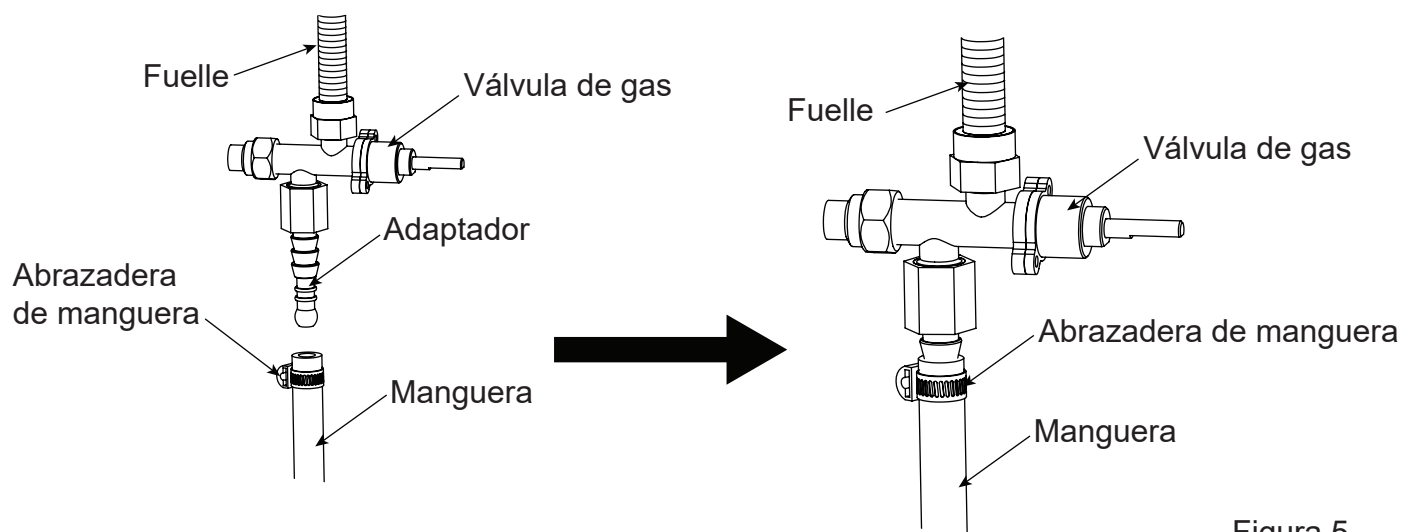

Figura 5
6. Prepare la manguera y la abrazadera, conecte el adaptador a la manguera y ajústelo con la abrazadera (ver Figura 5).